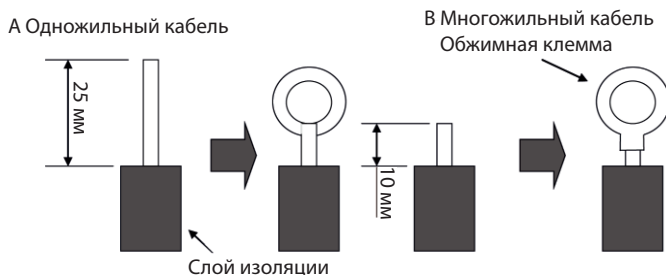

Рис. 26
- В случае одножильного провода (см. рис. 26)
- В случае витого провода (см. рис. 26)